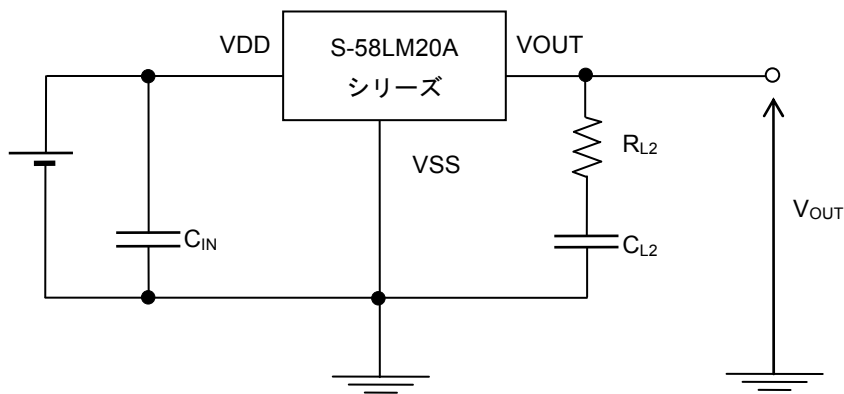

図 12
- 本 IC はノイズの多い環境では、**図 12**、**13** に示すように、出力から GND に直列抵抗と併せてコンデンサを追加する必要がある場合があります。**表 7** に示した組み合わせにおいて、本 IC の熱時定数は RC で構成される時定数よりはるかに遅いので、本 IC の応答時間には全く影響しません。